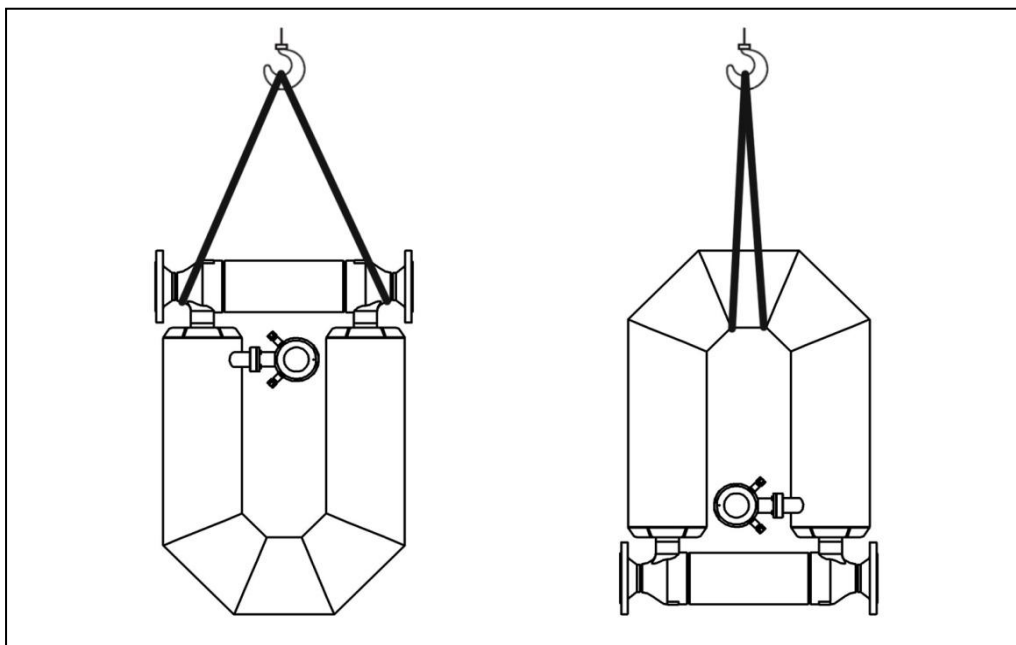

Рис. 6: Допустимые точки подъёма.
- Подъем прибора следует осуществлять за его корпус → Рис. 6